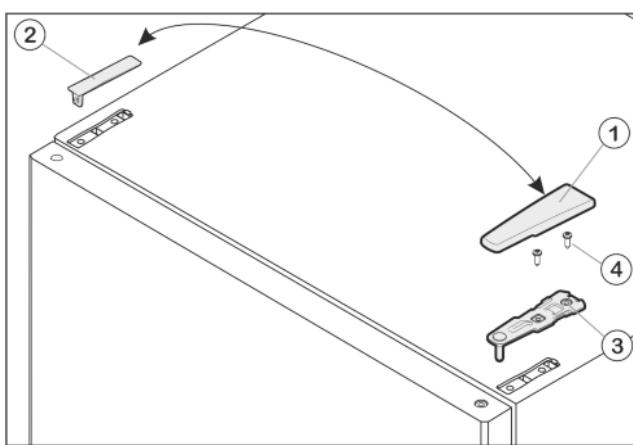

Fig. 7
- Потяните крышку Fig. 7 (1) вперед и вверх.
- Снимите крышку Fig. 7 (2).
- Открутите верхний опорный кронштейн Fig. 7 (3)(2 шт. Torx® 25) Fig. 7 (4) и вытяните вверх.
- ▶ Установите верхний опорный кронштейн Fig. 7 (3) на новой стороне шарнира и защелкните в дверце.
- ▶ Привинтите верхний опорный кронштейн (**с моментом 4 Нм**)(2 шт. Torx® 25) Fig. 7 (4). При необходимости проделайте отверстия или используйте аккумуляторную отвертку.
- ▶ Наденьте и защёлкните крышку Fig. 7 (1) и крышку Fig. 7 (2) на противоположной стороне снаружи.